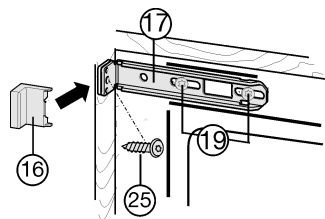

Fig. 17
- ▶ Schrauben *Fig. 17 (19)* etwas lockern.
- ▶ Oberen Befestigungswinkel *Fig. 17 (17)* mit Spanplattenschraube *Fig. 17 (25)* $\varnothing 4 \times 19$ an der Möbelwand festschrauben.
- ▶ Das überstehende Ende der Abdeckung *Fig. 17 (16)* abbrechen.
- ▶ Schrauben *Fig. 17 (19)* festziehen.
- ▶ Abdeckung *Fig. 17 (16)* aufsetzen.